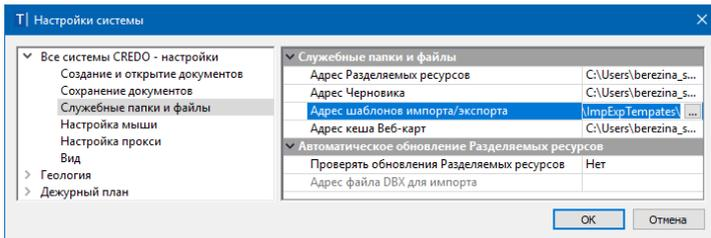

Рис. 16.18
**Настройки системы**  (рис. 16.18).